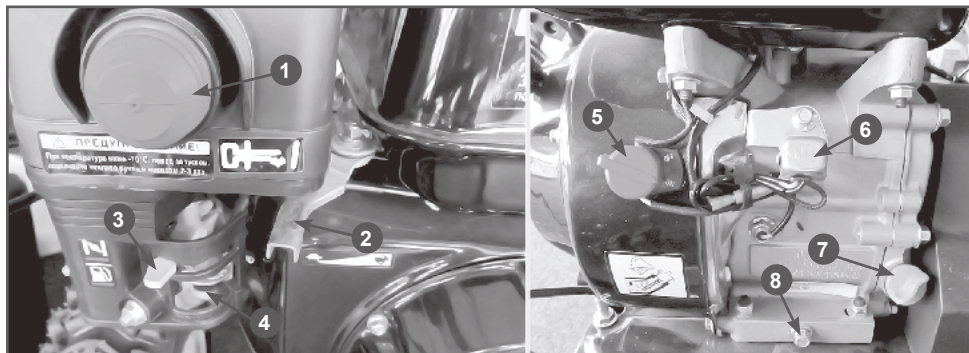

Рис.7 Основные узлы и органы управления двигателем
1. Откройте топливный кран (4) Рис.7, переместив рычаг топливного крана в крайнее правое положение.
2. При запуске холодного двигателя установите рычаг воздушной заслонки (3) Рис.7 в положение закрыто (крайнее левое положение). Запуск теплого двигателя производите при открытой заслонке.
3. Отодвиньте рычаг газа (2) Рис.7 на 1/3 влево к положению быстро.
4. Нажмите на праймер подкачки топлива (1) Рис.7 три раза. При запуске теплого двигателя праймер нажимать не надо.
5. Установите выключатель (5) Рис.7 в положение ON.
1. Для остановки двигателя установите выключатель зажигания (5) Рис.7 в положение Off.